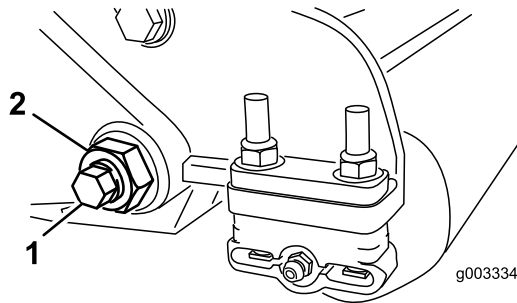
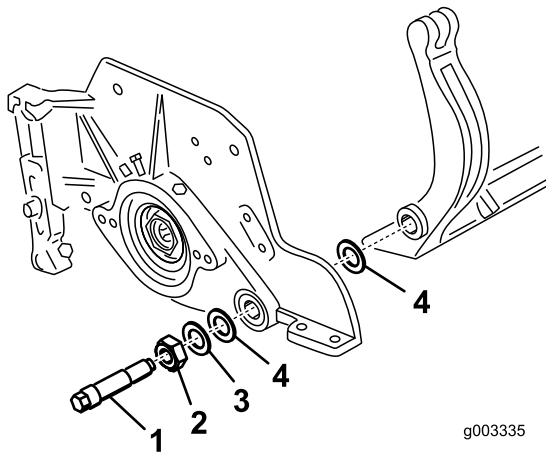

Figure 2
Figure 3
5. De chaque côté de la machine, desserrez le contre-écrou de fixation du boulon de la barre d'appui (Figure 2).
6. Retirez les boulons de la barre d'appui de façon à pouvoir abaisser la barre et la déposer de la machine (Figure 2). Mettez de côté les 2 rondelles en nylon et la rondelle en acier estampé situées de chaque côté de la barre d'appui (Figure 3).
9. Fixez la barre d'appui sur chaque plaque latérale avec les boulons (munis d'écrous) et 6 rondelles. Une rondelle en nylon doit être placée de chaque côté du bossage de la plaque latérale. Placez une rondelle en acier à l'extérieur de chaque rondelle en nylon (Figure 3). Serrez les boulons de la contre-barre à un couple de 37 à 45 Nm. Serrez les contre-écrous jusqu'à ce que les rondelles d'acier extérieures cessent de tourner et que le jeu axial soit supprimé, mais ne serrez pas excessivement et ne faites pas fléchir les plaques latérales. Les rondelles peuvent présenter un espace à l'intérieur.